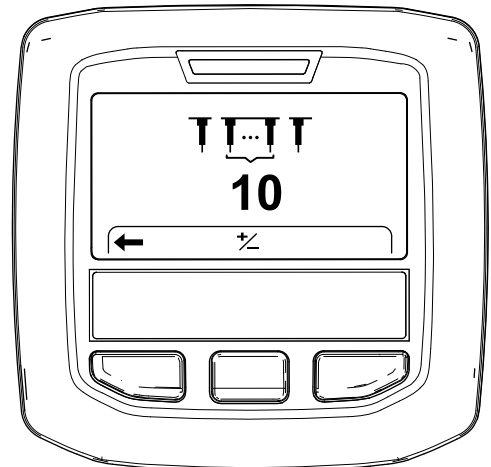

図 50
6. インフォセンターの右ボタンを押して「タインの数の設定」 Setting the Tine Quantity画面を出す 図 50。